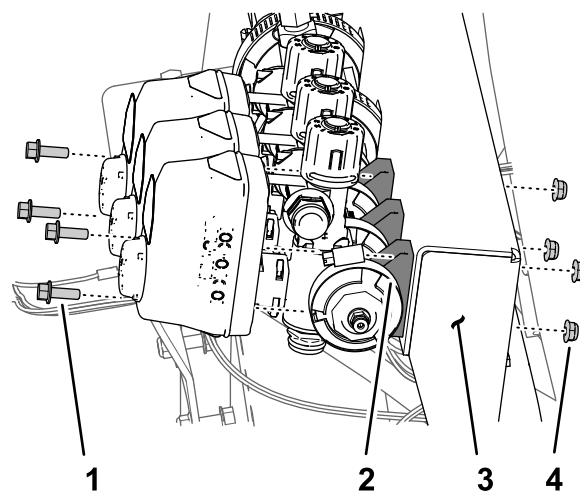

Рисунок 68
2. Удалите два болта с фланцевыми головками ($\frac{1}{4} \times \frac{3}{4}$ дюйма) и две контргайки ($\frac{1}{4}$ дюйма), которые крепят клапан правой секции стрелы к креплению коллектора (Рисунок 68).
3. Снимите фланцевый хомут на 40–64 мм и прокладку 25 x 35 мм, которые крепят фланец клапана левой секции к переходнику (Рисунок 68).
1. Удалите два болта с фланцевыми головками ($\frac{1}{4} \times \frac{3}{4}$ дюйма) и две контргайки ($\frac{1}{4}$ дюйма), которые крепят клапан левой секции стрелы к креплению коллектора (Рисунок 68).